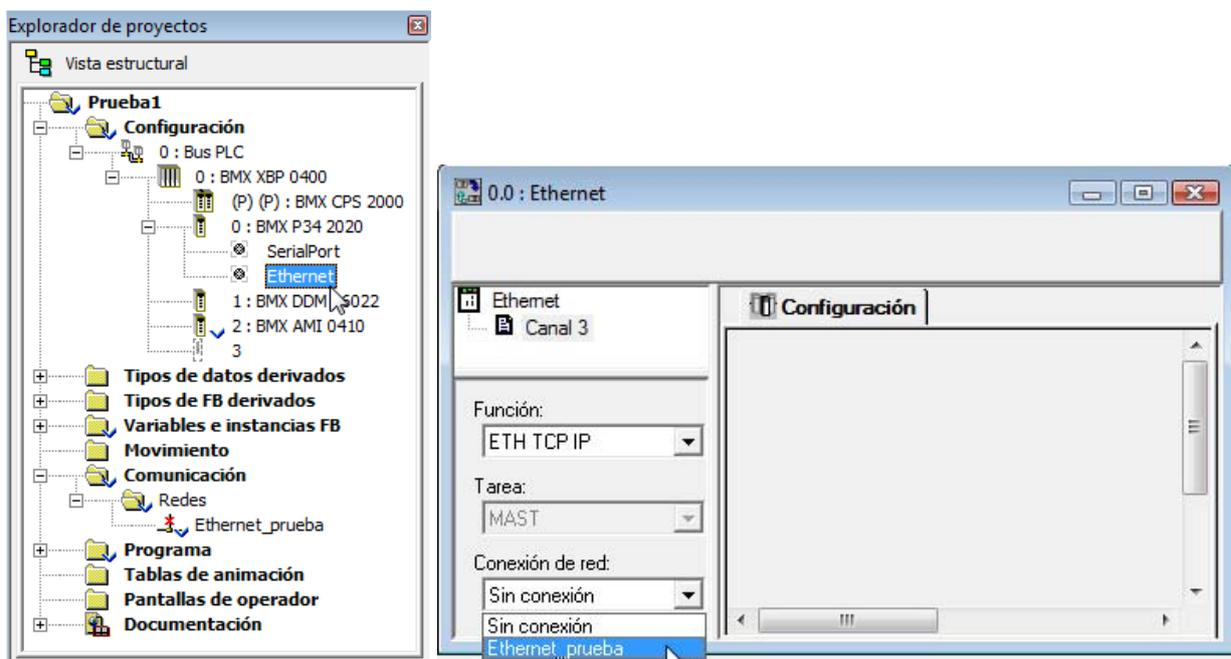

Figura 14. Asociación del puerto de red a una conexión de red.
Finalmente, para asociar la conexión de red al módulo de red, hay que desplegar las entradas del Bus PLC en la carpeta de Configuración del Explorador de Proyectos, con el objetivo de acceder al puerto de red deseado. El puerto estará asociado al módulo del bastidor que tiene ese puerto de red. Por ejemplo, en la Figura 14 se puede ver como se ha seleccionado el puerto Ethernet del módulo de CPU CPU BMX 34 2020, dentro del
Explorador de Proyectos. Haciendo doble clic sobre ese puerto, se tendrá acceso a su configuración. En dicha configuración (Figura 14) simplemente hay que seleccionar el canal (3) y después asociarlo a la conexión de red previamente creada (Ethernet\_prueba).